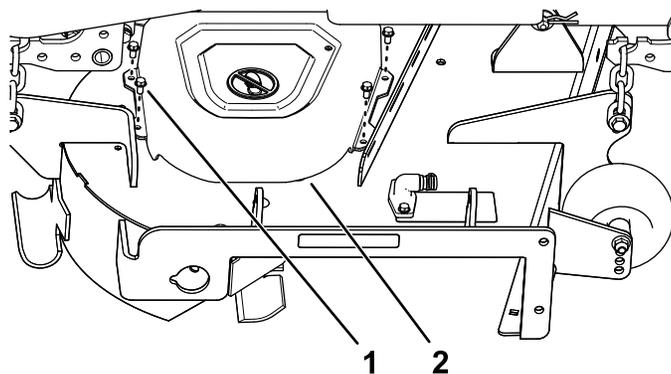

Figura 7
3. Retire los 4 tornillos ($\frac{1}{4}'' \times \frac{1}{2}''$) que sujetan la cubierta derecha de la correa, y retire la cubierta de la correa (Figura 7).